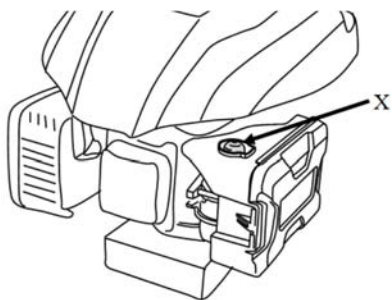

Fig.14-1
Presione el cebador (X) (si está presente) con fuerza 3 veces (Fig.14-1)